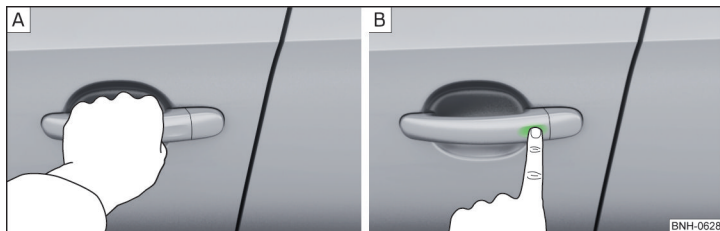

Fig. 31 Descuierea/încuierea autovehiculului
- Trageți de mânerul portierei, pentru a **descuia** autovehiculul » fig. 31 - **A**.
- Pentru a **încuia** autovehiculul, atingeți cu degetul senzorul din mânerul portierei » fig. 31 - **B**.